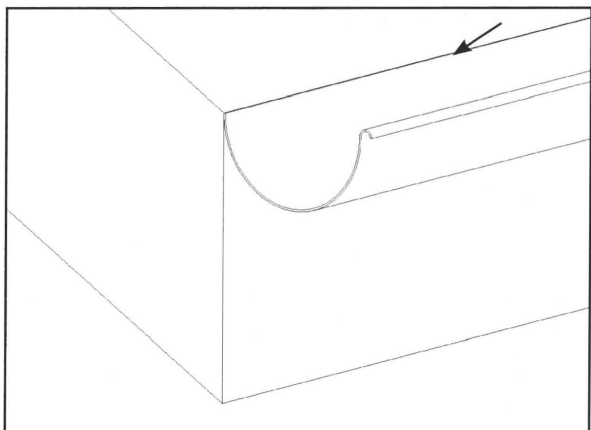

Fig. 03.27. Klik på tagets kant for at placere tagrenden.
- Klik nu på kanten af taget og tagrenden placeres (Fig. 03.27). Tagrender kan kun sættes på vandrette flader.